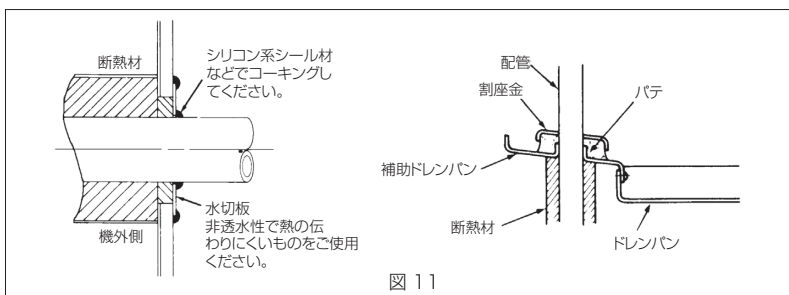

図 11
- ・ユニット内配管に付着した結露がユニット外へ伝わらないように、ユニット内配管に確実にコーキング処理を施してください。(図 11)